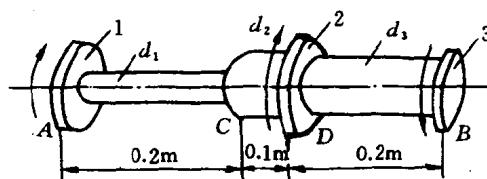

图 1-18
24. 一阶梯圆轴如图 1-18 所示, AC 段直径  $d_1 = 20(\text{mm})$ , CB 段直径  $d_2 = 26(\text{mm})$ , 轮 3 输入功率为 2(kw), 转速  $n = 200(\text{r}/\text{min})$ , 轮 1 输出功率为 0.8(kw), 材料剪弹性模量  $G = 8 \times 10^4(\text{MPa})$ , 许用单位扭转角  $[\theta] = 2(\text{°}/\text{m})$ , 试校核该轴的强度和刚度并作出扭矩图。[转矩  $m = 9.549 \times \text{功率}(\text{kw})/\text{转速}(\text{r}/\text{min}) (\text{kN} \cdot \text{m})$ ]